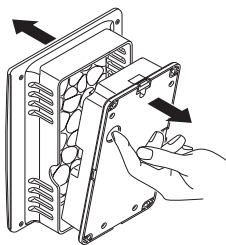

Figure 2
2. Retirez le boîtier du carillon. En tenant le couvercle de carillon d'une main, utilisez le trou de la base de carillon pour retirer cette dernière du couvercle de carillon (voir la Figure 2). *Remarque :* Pour retirer le couvercle de carillon une fois la base de carillon fixée, agrippez fermement le couvercle de carillon et tirez.